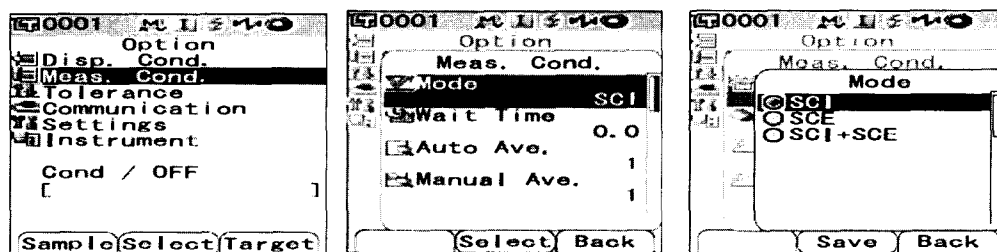

Рисунок 17
8.2.3.3 Настройте установки измерений. Для этого нажмите на кнопку «TARGET», чтобы вернуться в меню «Option». Выберете пункт «Meas Cond.», затем «Mode» и следом «SCI» (измерения с зеркальной составляющей) (рисунок 17), подтвердите выбранные данные кнопкой «SAVE/SEL.». Установки будут записаны в память и на дисплее вновь появится меню «Meas Cond.».